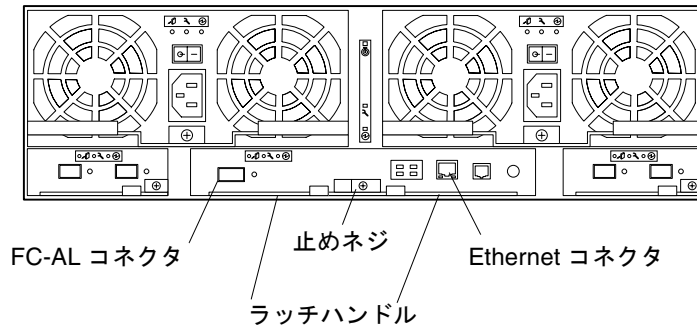

図 6-14 コントローラカード
5. プラスの止めネジを緩めて、ラッチハンドルのロックを解除します (図 6-14)。